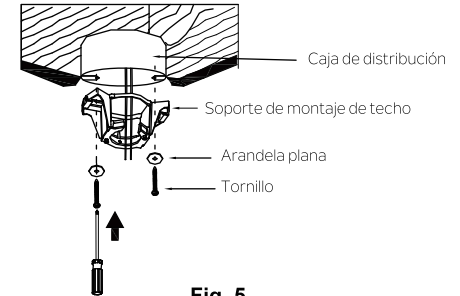

Fig. 5
Paso 1. Antes de acoplar el ventilador con la caja de distribución eléctrica (no incluida), asegúrese de que la caja esté bien ajustada a por lo menos dos puntos de un elemento estructural del techo (una caja suelta podría provocar el tambaleo del ventilador). Pase los cables de alimentación de 120 voltios desde la caja de distribución eléctrica a través del centro del soporte de montaje de techo. Instale el soporte de montaje con la caja de distribución eléctrica en el techo utilizando los tornillos y las arandelas que se incluyen con la caja de distribución o los tornillos. (Fig. 5)